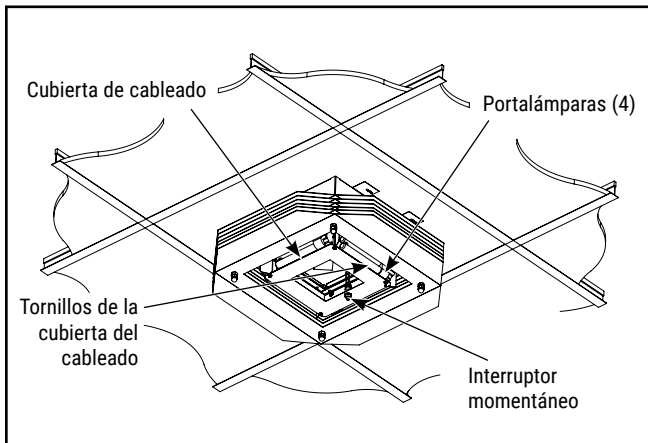

Figura 5.
2. Retire la placa inferior y déjela a un lado. Esto revelará el acceso al compartimiento de la lámpara. Observará que hay cuatro portalámparas PL unidos a reflectores especulares. (Ver Figura-5)
3. Usando guantes, empuje las cuatro lámparas Philips 9W TUV hacia el interior de los portalámparas ("hasta que escuche un clic"). (Ver Figura-5)